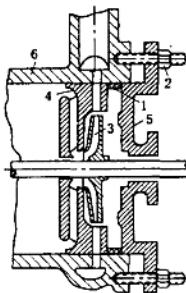

图 3-4-4 拆卸整体外壳导流器
(6) 拆卸轴承架及各段导水轮时，要注意不损伤接触面。不要用扁铲硬铲，应用楔形垫铁逐步使它们松脱。
(7) 整体外壳多级离心泵、导流器与外壳的配合面，有的是有斜度的，拆卸时很容易，有的没有斜度，拆卸较难些，一般在导流器上均有专供拆卸的丝孔，拆卸时拧入相应的螺栓，很便于拉出。由于使用日久，在导流器和外壳的接触面间生了锈，也可能有杂质沉淀固结住这个接触面，这时拆卸便感到困难了。一般将外壳加热到一定时间后较容易拆卸。也可用如图 3-4-4 所示的方法来拆卸。把水泵两端的排水盖卸下后，放入事先做好的铁环 1，再装上外盖 5，均匀地拧紧盖上的螺帽 2，通过铁环推动导流器移动。导流器移动一段距离后，再换上一个较宽的铁环或者再加一个铁环，继续通过铁环推动导流器，最后可把导流器取出。如果导流器数目很多，需用推动力很大，如果还利用原有铸铁制的外盖来推动，有可能损坏外盖。这时可以专制一个较厚的推动外盖的圆环，来代替外盖。
(8) 拆卸各部螺帽时，要用扳子或螺丝刀等工具，不可使用扁铲来将螺帽铲松，这样就损坏了螺帽。使用扳子时，也不可用过长的扳子来卸较小的螺帽。这样可能损坏螺栓或螺